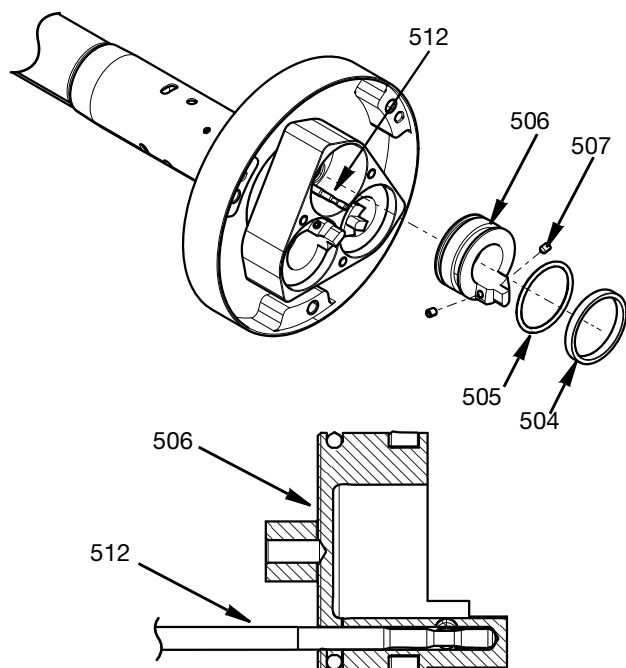

FIG. 31
- a. Nasmarować uszczelki o-ring (505) i pierścienie prowadzące (504), używając smaru syntetycznego.
- c. Włożyć tłoki do obudowy cylindra (509), wyrównując jednocześnie otwór zaworu odcinającego pręt z zaworem odcinającym prętą (512).
- d. Wcisnąć tłoki i zawór odcinający pręta w taki sposób, aby zawory odcinające pręta znalazły się w otworze tłoka. Patrz FIG. 31.
- e. Nałożyć smar blokujący do gwintów (Loctite™ 242 Blue lub jego odpowiednik) na dwie śruby M4 (507) i dokręcić, aby zablokować zawór odcinający tłoka i pręta momentem obrotowym 29,2 in-lb (3,3 N•m).
- f. Sprawdzić ruch zaworu odcinającego pręta i tłoka, aby poruszały się równomiernie bez wiązania. Patrz FIG. 31.